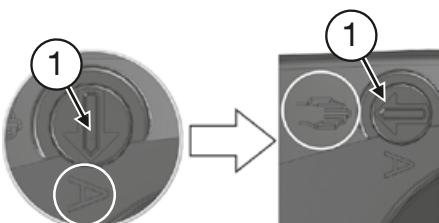

Fig. 15
- Tourner le bouton tournant (5) afin qu'il indique à nouveau dans la **zone bleue du disque** (6) (fig. 15).